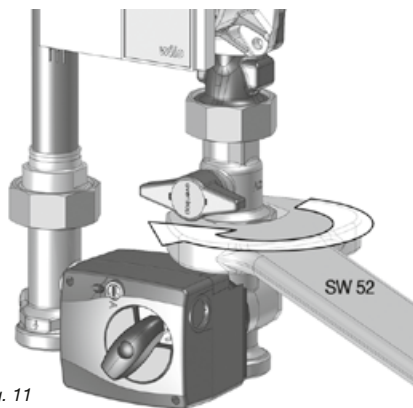

Fig. 11
1. Retirer le moteur de la vanne mélangeuse à la main. Utiliser un tournevis plat si nécessaire et le positionner comme indiqué sur la fig. 11.